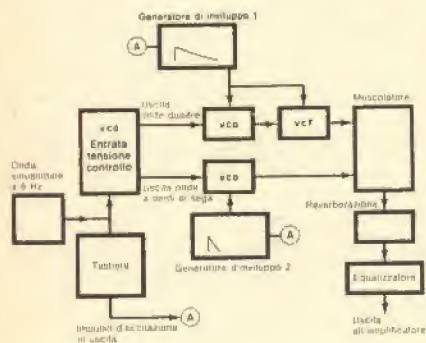

Fig. 8 - Tipico sistema di collegamento tra le parti componenti di un apparato sintetizzatore.
**MONTAGGIO DI UN SINTETIZZATORE** - Un moderno sintetizzatore contiene la maggior parte degli elementi di cui abbiamo parlato. Per dare un'idea di come questi elementi possono essere riuniti per generare il suono, la fig. 8 rappresenta, sotto forma di schema a blocchi, un tipico metodo di collegamento, effettuato tradizionalmente con cordoni. La parte principale del sistema è il vco, la cui frequenza è determinata soprattutto dalla tensione di controllo proveniente dalla tastiera. Accordando opportunamente la tastiera, è possibile generare una scala cromatica. Inoltre, una tensione di controllo ad onda sinusoidale subsonica di 6 Hz modula e vibra la frequenza primaria.